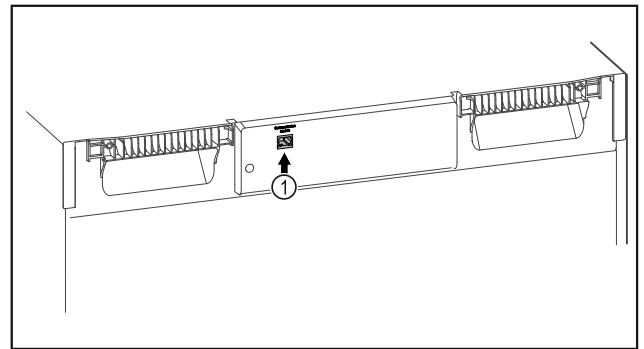

Fig. 131
- Το SmartModule Fig. 131 (1) χρησιμοποιείται.